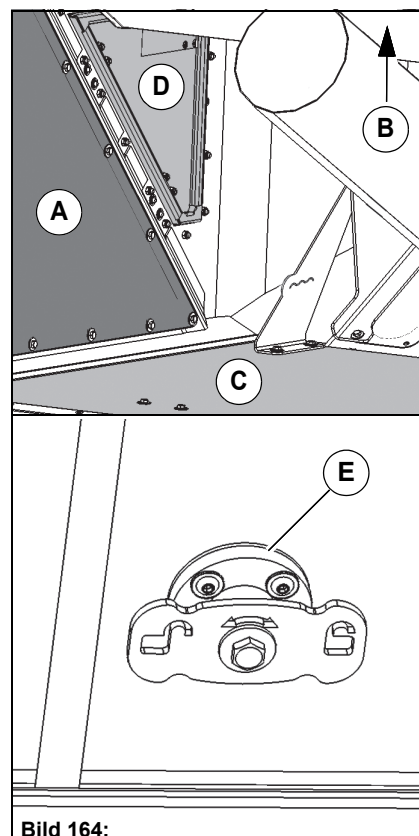

Bild 164:
2. Lyft upp sopmaterialbehållaren till hälften och öppna sumpluckans (behållarens botten) låsanordning **Bild 164-E**. För sedan sopmaterialbehållaren till ändläget.
3. Rengör sopmaterialbehållaren inifrån med en vattenslang eller en högt tryckstvätt. Var särskilt uppmärksam på filtersilarna **Bild 164-A** på sidan och filtersilen **Bild 164-B** i locket.
Det går dessutom att rengöra sopmaterialbehållaren genom dörrarna **Bild 164-D** på sidan. För att öppna dörrarna måste sopmaterialbehållarens sugfläkt stängas av!
4. När sopmaterialbehållaren är upplyft öppnas rengöringsbassängens **Bild 164-C** lucka. Rengör rengöringsbassängen och spola rent cirkulationsvattensystemet grundligt med vatten.